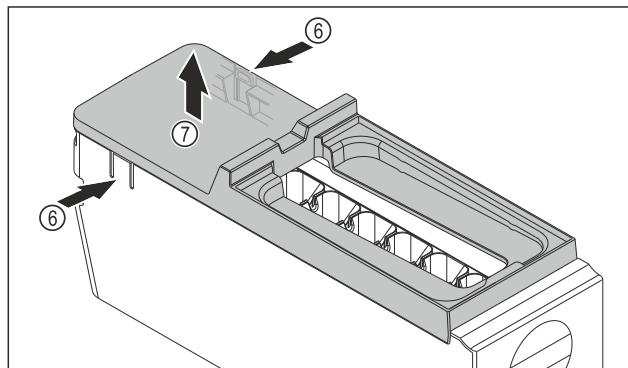

Fig. 75
- Зняти кришку з корпусу EasyTwist-Ice: натиснути однією рукою на накладки Fig. 75 (6) з обох боків корпусу EasyTwist-Ice.
- Зняти кришку Fig. 75 (7), потягнувши її вгору іншою рукою.